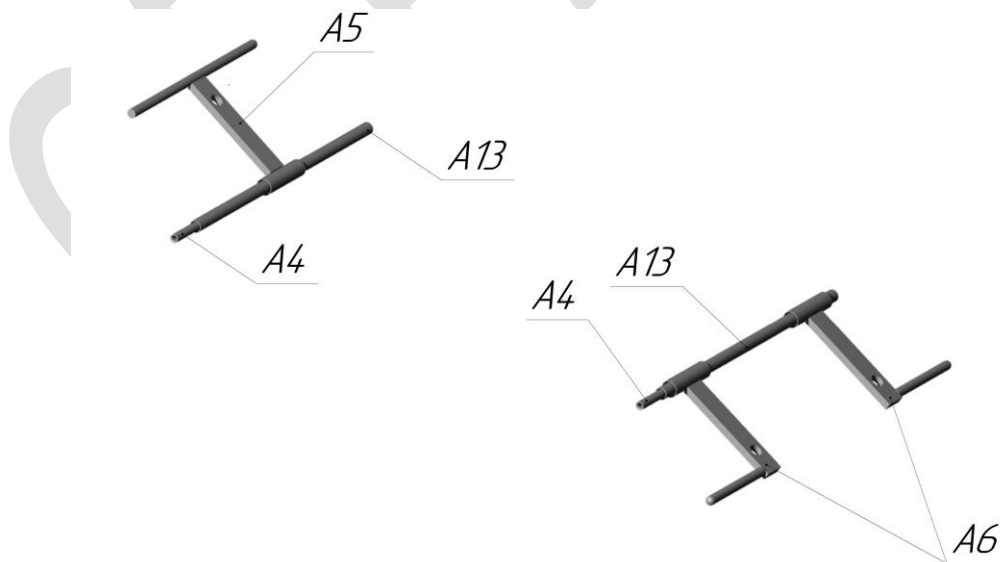

Рисунок 3
5. Вставить оси A4 (2 шт.) в хромированные трубки A13 (2шт). См. Рис.3
6. Одну ось A4 (с хромированной трубкой A13 снаружи) вставить в фиксирующую планку A5. См. Рис.3
7. На вторую ось A4 (с хромированной трубкой A13 снаружи) вставить в фиксирующие планки A6 (2 шт.). См. Рис.3